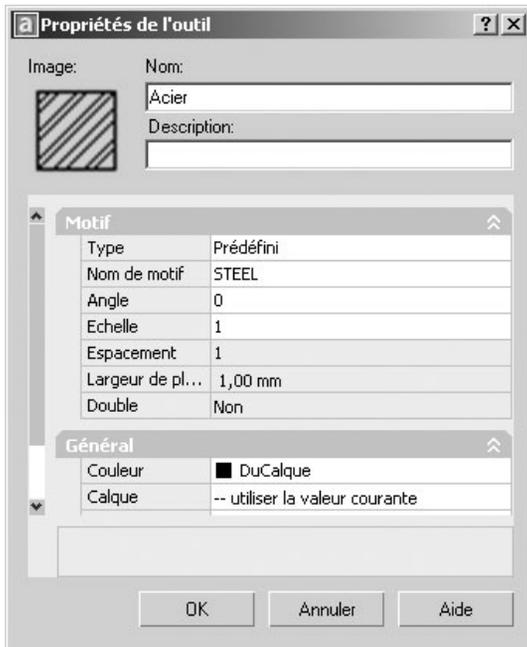

Fig.8.11
- 5] Modifier les propriétés (échelle, angle, couleur...) dans la boîte de dialogue **Propriétés de l'outil** (Tool Properties) (fig.8.11).